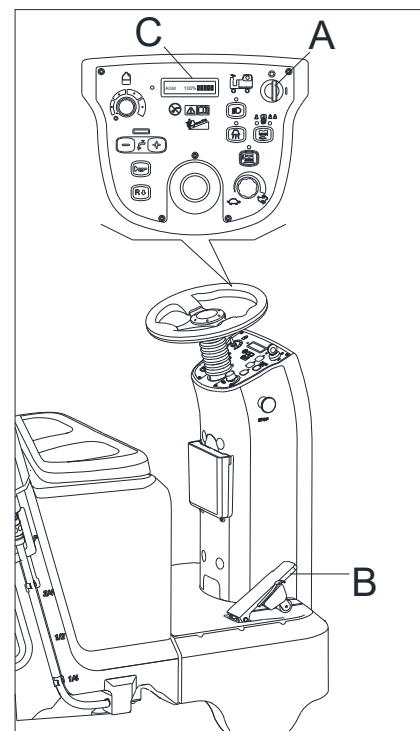

Рисунок 27
1. Поверните ключ зажигания (А, Рисунок 27) на "I".
2. Нажмите на переключатель (В, Рисунок 27) и прочитайте на счетчике часов (С, Рисунок 27) полное количество рабочих часов (очистки/сушки) машины.
3. Нажмите на переключатель (В, Рисунок 27) еще раз.
4. Поверните ключ зажигания (А, Рисунок 27) на "0".